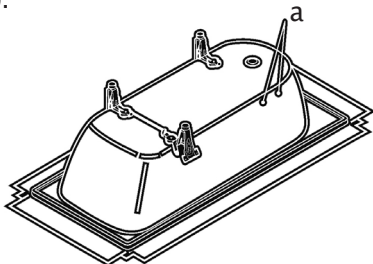
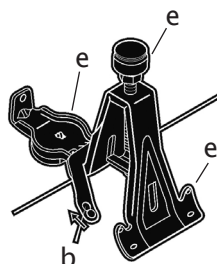

Рис. 1
Рис. 2
2. В стыковочные штыри «а» (рис. 1) пристыкуйте отверстия лепестков ножек «б» (рис.2). Перед установкой ножек прикрепите к ним со стороны дна ванны защитные пластмассовые вставки, а также регулировочные болты с гайками и пластмассовой защитой пола из установочного комплекта «е» (рис.2).